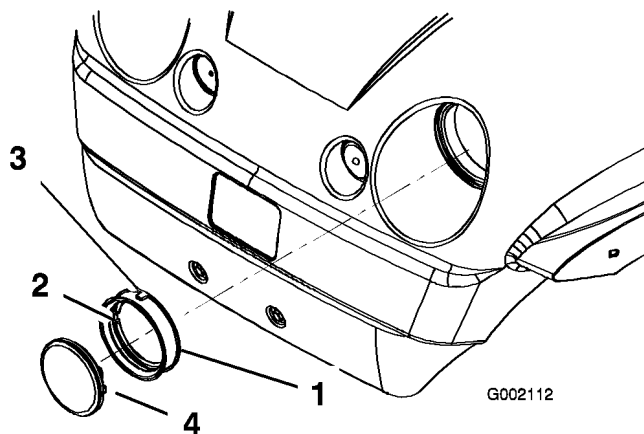

Bild 39
4. Entfernen Sie die Gummidichtung vom Scheinwerfer (Bild 39). Entsorgen Sie den alten Scheinwerfer.
5. Fluchten Sie die Auskerbung an der Innenseite der Dichtung mit der Auskerbung am neuen Scheinwerfer aus (Bild 39). Schieben Sie die